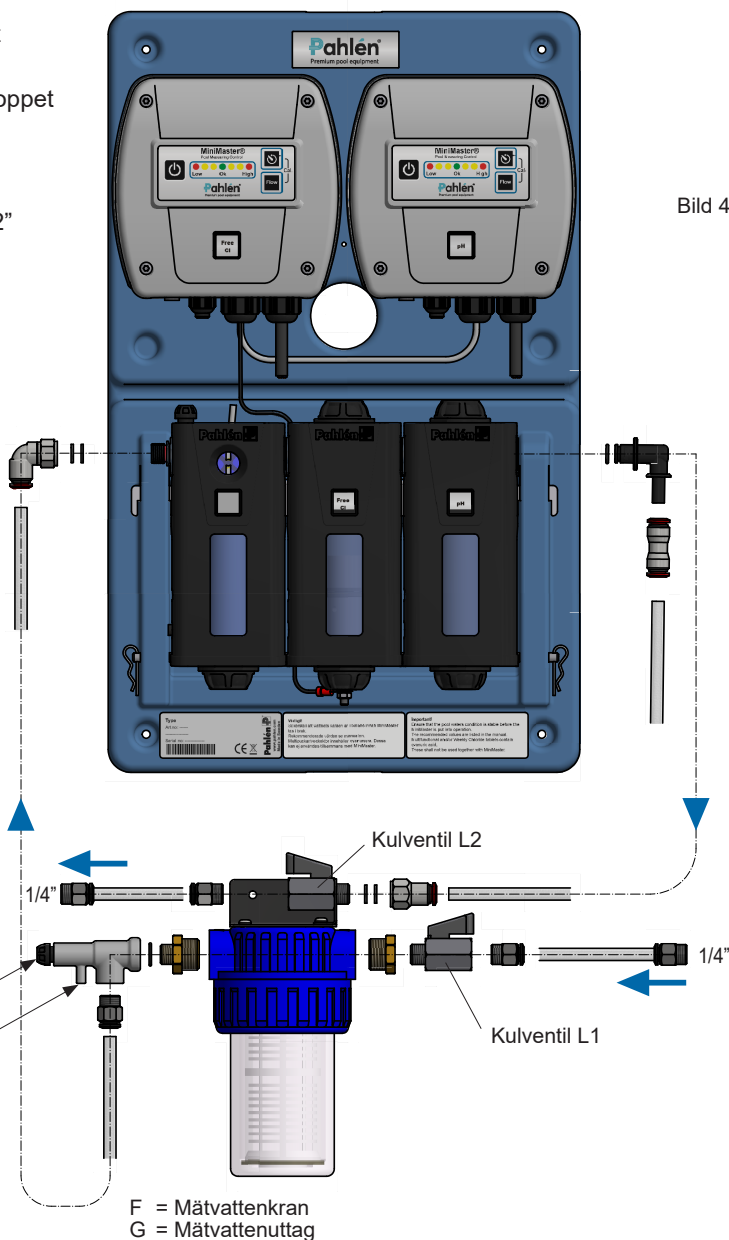

Bild 4.
5. Montera medföljande anslutningar för in- och utlopp på MiniMasterns moduler, se bild 4.
3. Kalibrera pH-enheten genom att trycka samtidigt på knapparna (J) och (K) och hålla dem intryckta i minst 2 sekunder. Som bekräftelse på att kalibrering pågår blinkar dioden snabbt (ca 5 ggr/sek) och avslutar med att dioden blinkar långsamt.
7. Aktivera automatikläget genom att trycka in knapp (H). Diod för aktuellt mätvärde (pH) lyser nu med fast sken och MiniMaster kommer nu att vid behov reglera pH-doseringen:
9. Tag mätvatten ur avtappningskranen (F, bild 4) och kontrollera pH-värdet med fotometrisk mätutrustning.
1. Tag mätvatten ur avtappningskranen (F, bild 4). Kontrollera poolens pH-värde genom att använda fotometrisk mätutrustning.
4. Kalibrera pH-enheten genom att trycka samtidigt på knapparna (I) och (J) och hålla dem intryckta i minst 2 sekunder. Som bekräftelse på att kalibrering pågår blinkar dioden snabbt (ca 5 ggr/sek) och avslutar med att dioden blinkar långsamt.
6. Aktivera automatikläget genom att trycka in knapp (H). Diod för aktuellt mätvärde (pH) lyser nu med fast sken och MiniMaster kommer att reglera ge signal till inkopplad doserutrustning att reglera pH-värdet i poolen.
1. Tag mätvatten ur avtappningskranen (F, bild 4). Kontrollera poolens friklorvärde genom att använda fotometrisk mätutrustning.
4. Kalibrera friklor- eller redoxenheten genom att trycka samtidigt på knapparna (J) och (K) och hålla dem intryckta i minst 2 sekunder.
7. Aktivera automatikläget genom att trycka in knapp (H). Diod för aktuellt mätvärde lyser nu med fast sken och MiniMaster kommer att reglera friklorvärdet med inkopplad doseringsutrustning.